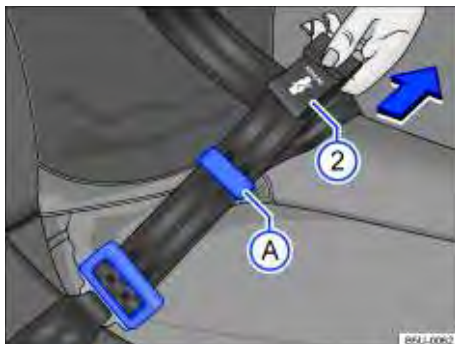

Fig. 55 Ajustar o cadarço do cinto de segurança.
- Puxar a parte superior (região em que se encontra a etiqueta) $\Rightarrow$ Fig. 55  no sentido da seta. Manter uma distância do passador  à fivela conforme $\Rightarrow$ Fig. 55 para facilitar o deslizamento do cadarço do cinto de segurança. Recomenda-se uma folga de até 5 cm (3 dedos) na região do tórax, para efeito de conforto.